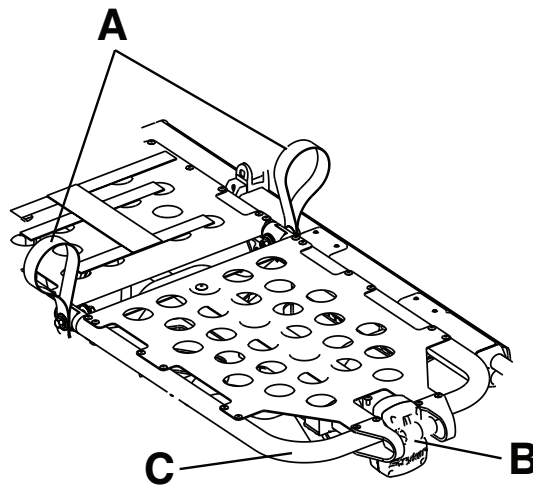

Figura 13 – Elevación de las rodillas
1. Levante cualquiera de los mangos rojos de elevación (A) hasta que la elevación de las rodillas se encuentre en la posición más alta (Figura 13).
Para bajar la elevación de las rodillas, levante cualquiera de los mangos rojos de elevación (A) para aliviar la presión sobre el mecanismo de bloqueo. Mientras sujeta el mango, presione el mango rojo de liberación del reposapiés (B) hasta que se libere la abrazadera de soporte (Figura 13). Baje la elevación de las rodillas hasta que quede plana.
Para levantar la elevación de las rodillas en la posición de Trendelenburg, suba el bastidor del reposapiés (C) lo máximo posible hasta que la estructura encaje en su sitio (Figura 13). La abrazadera de soporte se conecta automáticamente al liberar el bastidor.
Para bajar la elevación de las rodillas en Trendelenburg, eleve el bastidor del reposapiés (C) y, mientras sujeta el bastidor, levante el mango rojo de liberación del reposapiés (B) hasta que el bastidor libere la abrazadera de soporte (Figura 13). Baje el reposapiés hasta que quede plano.